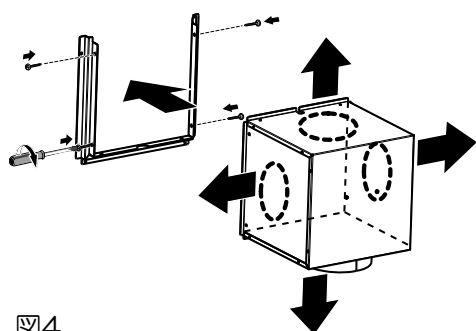

図4
4. ダクトの取り出し方向(上、下、左、右)に応じてシロッコファンを付け替えてください。(図4)